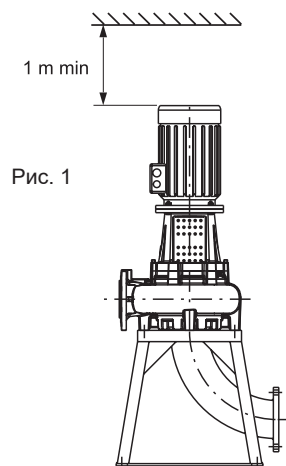

Рис. 1
- 1 - Электронасос с вертикальной осью ротора на специальной опоре и фланцевым всасывающим коленом (рис. 1). **ВНИМАНИЕ** При установке в вертикальном положении и при установке вне помещения электродвигатель должен быть оборудован навесом.